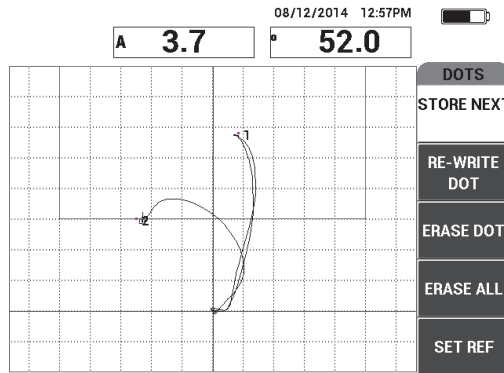

Figura 6-49 Segundo ponto registrado
7. Deslize lentamente a sonda sobre o segundo descolamento e, em seguida, pressione **STORE NEXT** (tecla A) para registrar o segundo ponto (veja Figura 6-49 na página 165).